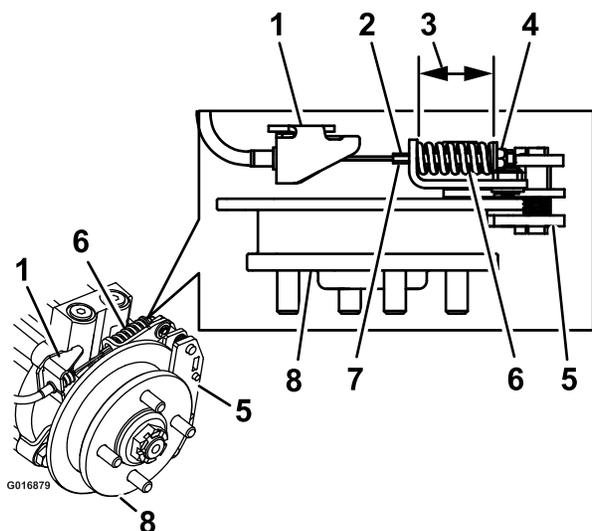

Figure 78
9. Tenez l'extrémité de la tige filetée avec un outil et ajustez le contre-écrou jusqu'à ce que la longueur du ressort se situe entre 3,8 et 4 cm (Figure 78). Le câble ne doit pas tourner quand les écrous sont desserrés.